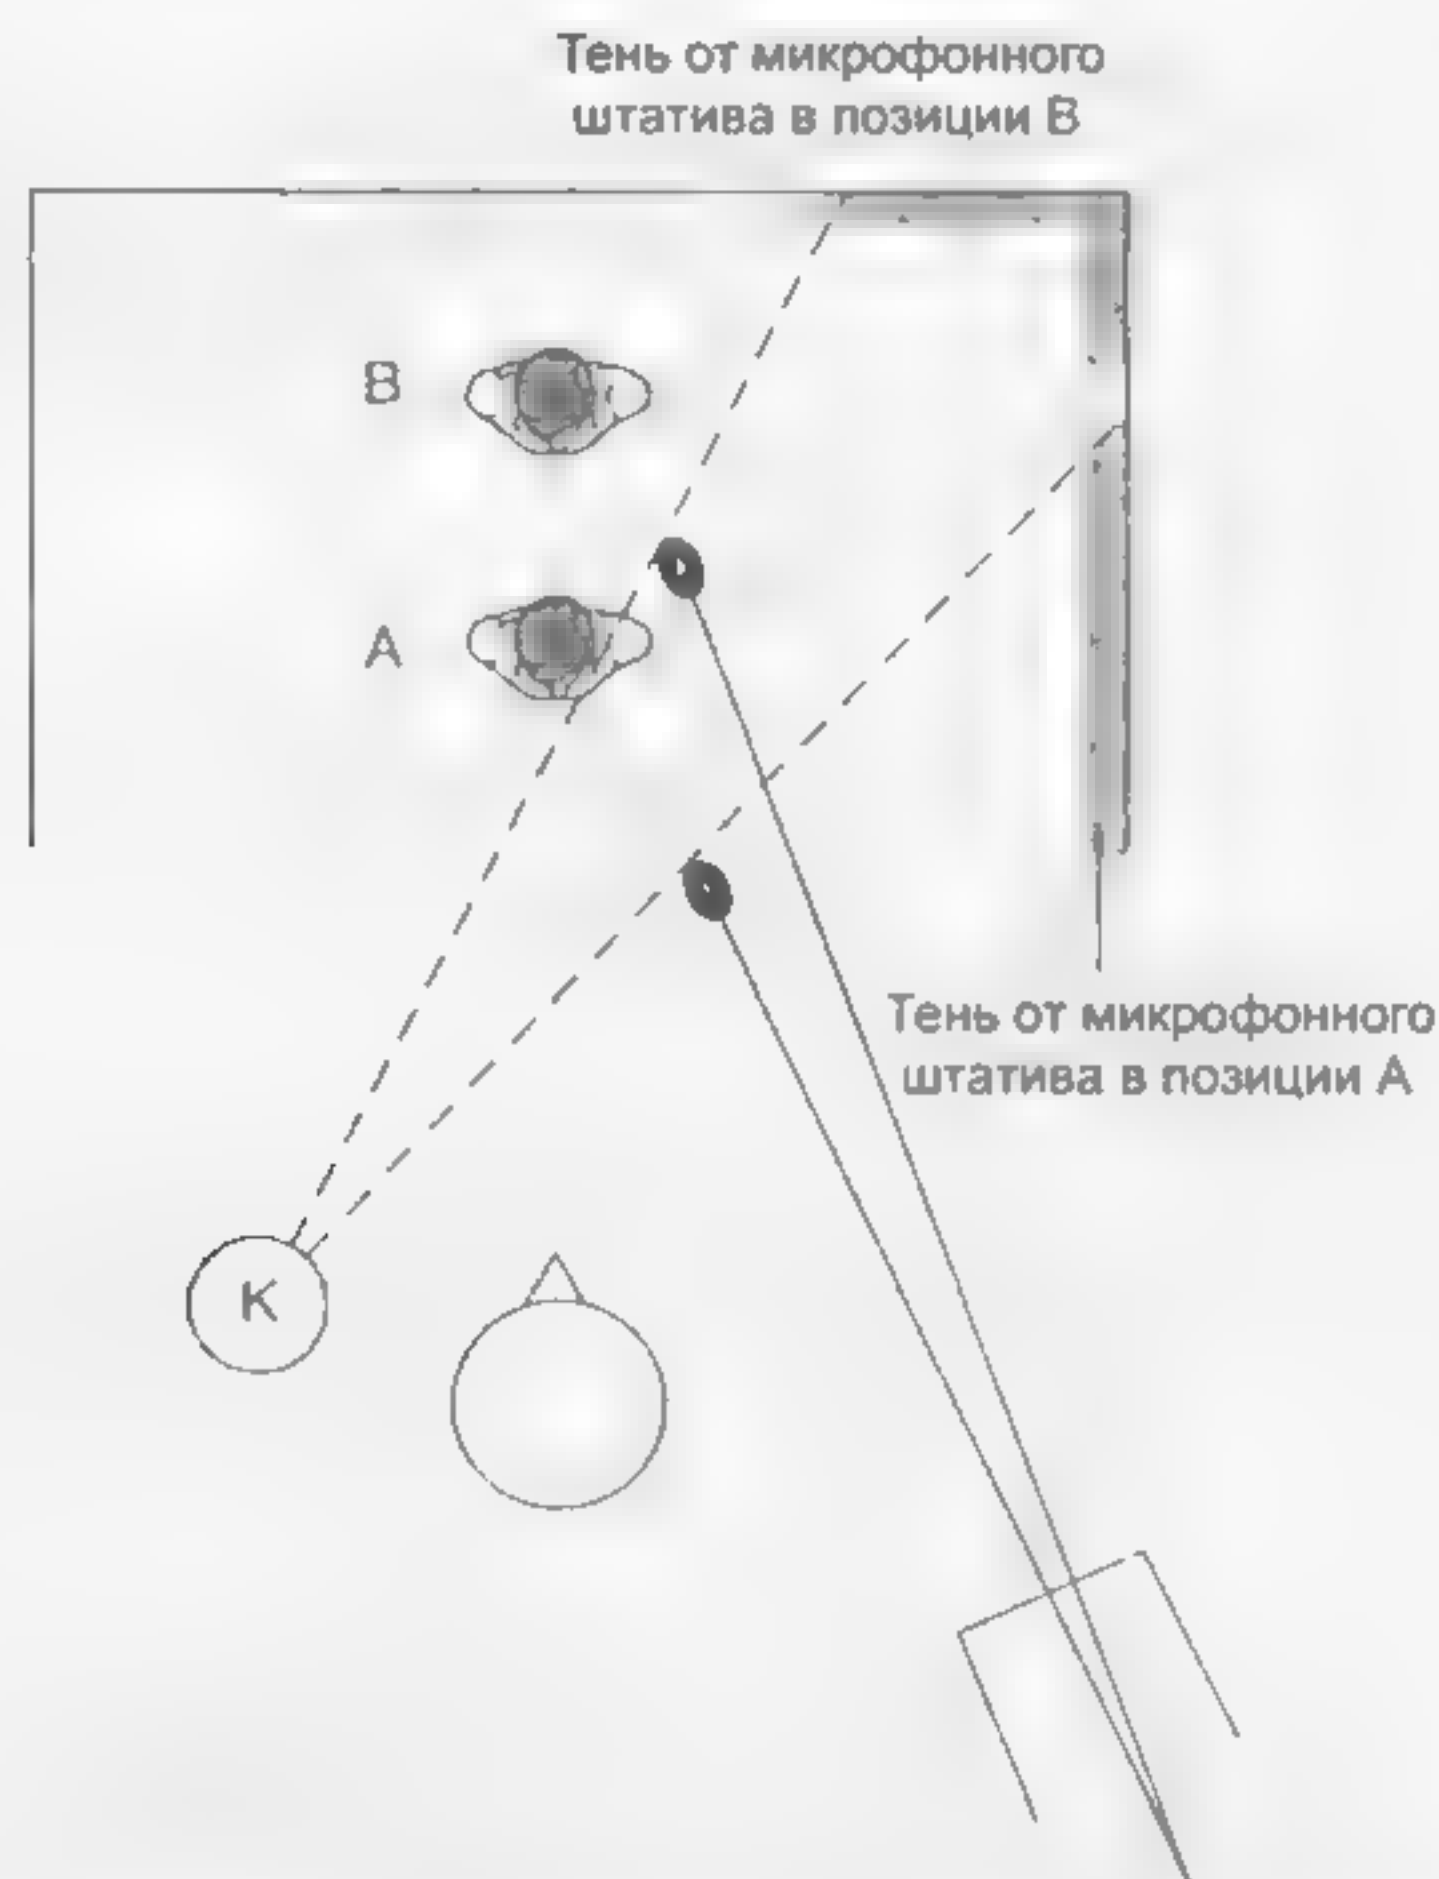

Рис. 20.2 Проблема с тенями при перемещении субъекта и микрофона из глубины сцены
*Примечание.* Если субъект идет от заднего плана сцены, тень от микрофона будет перемещаться к нему (рис. 20.2). Отдайте себе также отчет об изменении положения микрофонной тени, которое произойдет, если микрофонный штатив переместится к стене. Если освещение мягкое, микрофонная тень будет с мягким обрамлением, но по мере перемещения микрофона к стене тень будет становиться жестче!